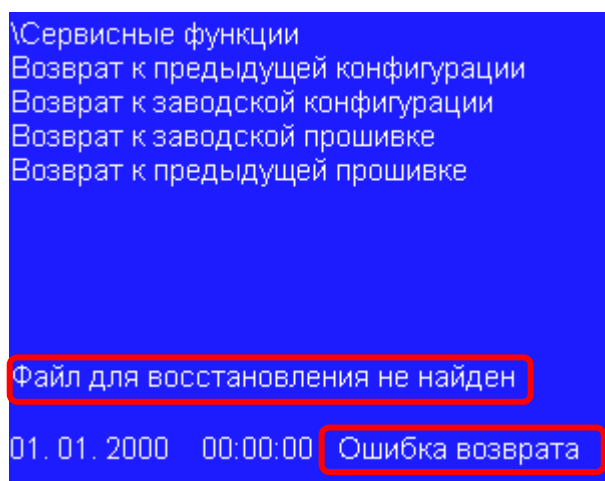
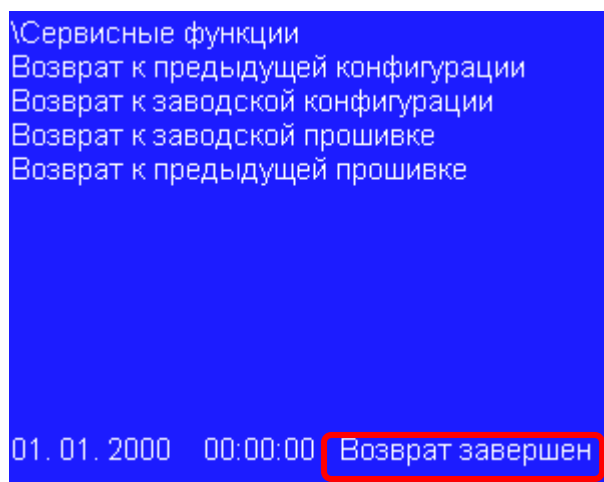

Рисунок 37 – Ошибка возврата к предыдущей конфигурации
Рисунок 38 – Возврат к заводской конфигурации
7.6.1 Для возврата к предыдущей конфигурации следует на дисплее выбрать пункт **Возврат к предыдущей конфигурации**. При выборе запускается процесс возврата к предыдущей конфигурации. После выполнения процесса в правом нижнем углу выводится сообщение **«Ошибка возврата»** (см. рисунок 37) либо **«Возврат завершен»** (см. рисунок 38). В случае ошибки, на дисплее выводится причина ошибки, например, **«Файл для восстановления не найден»** (см. рисунок 37). Данное сообщение означает, что отсутствует файл предыдущей конфигурации. В этом случае, следует перейти на заводскую конфигурацию.